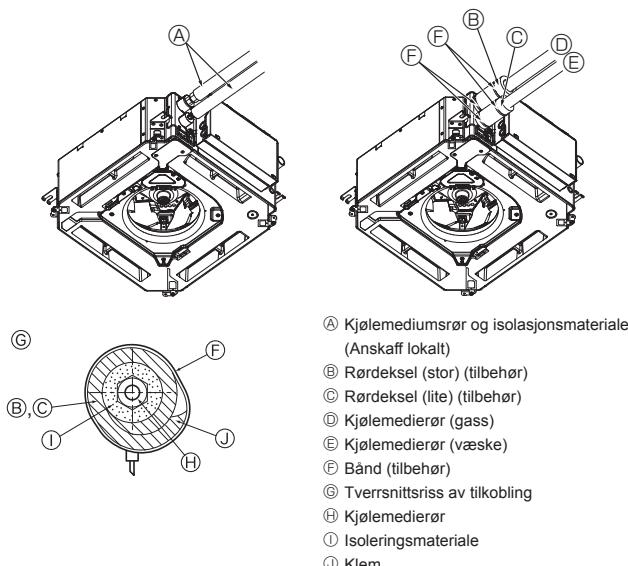

Fig. 3-3
3.3. Innendørsenhet (Fig. 3-3)